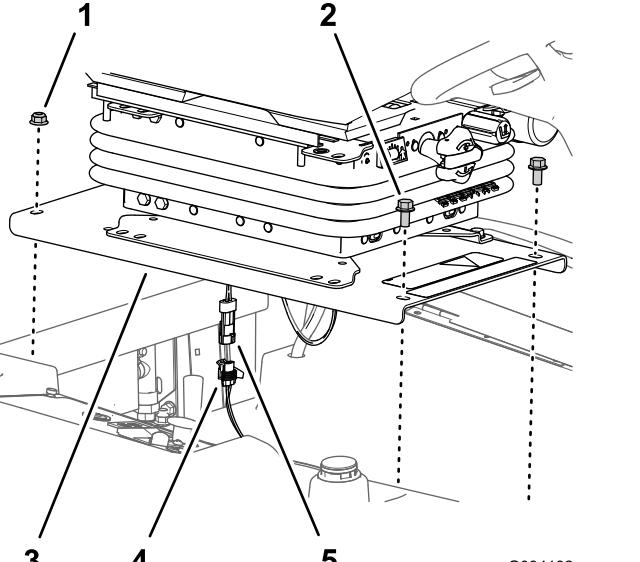

Figura 33
1. Retire os dois parafusos de cabeça flangeada ( $\frac{3}{8}$  pol. x  $\frac{3}{4}$  pol.) que prendem a frente da placa do banco ao chassis da máquina (Figura 33).
2. Retire as duas porcas de bloqueio flangeadas ( $\frac{3}{8}$  pol.) que prendem a parte de trás da placa do banco ao chassis da máquina (Figura 33)..
4. Desligue o conector de dois pinos da cablagem do interruptor de presença do operador do conector de duas tomadas da cablagem da máquina (Figura 33).
de duas tomadas da cablagem da máquina; consulte Figura 33.
3. Alinhe os orifícios traseiros na placa do banco (Figura 33) com os dois parafusos de carroçaria ( $\frac{3}{8}$  pol. x 1 pol.) no canal do radiador.
4. Monte a placa do banco (Figura 33) nos parafusos de carroçaria com as duas porcas de bloqueio flangeadas ( $\frac{3}{8}$  pol.) que removeu no passo 2 de Remoção do banco e a placa do banco (página 44).
5. Alinhe os orifícios frontais na placa do banco (Figura 33) com as roscas das barras do depósito.
6. Monte a placa do banco (Figura 33) nas barras de depósito com os dois parafusos de cabeça flangeada ( $\frac{3}{8}$  pol. x  $\frac{3}{4}$  pol.) que removeu no passo 1 de Remoção do banco e a placa do banco (página 44).